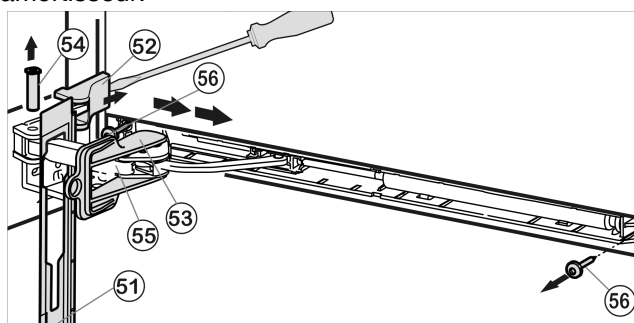

Fig. 19
- Pousser le panneau au-dessus de l'étrier de l'amortisseur Fig. 19 (55) vers l'avant, en direction de l'appareil.
- Encliqueter le dispositif d'arrêt Fig. 19 (53) dans le trou oblong.
- Soulever le cache Fig. 19 (52) par le côté extérieur à l'aide du tournevis et l'enlever vers l'extérieur.
- Chasser le pivot Fig. 19 (54) par le bas.
- Pousser l'étrier de l'amortisseur Fig. 19 (55) direction porte.
- Ôter le panneau Fig. 19 (51).
- Dévisser l'ensemble de l'unité de l'amortisseur de fermeture (2 vis Torx 15) Fig. 19 (56).